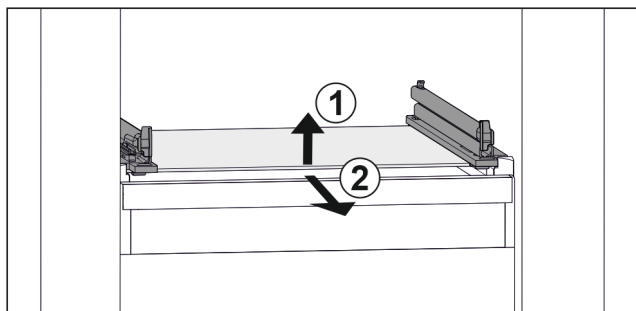

Fig. 94 Representación de la placa de vidrio a modo de ejemplo
- ▶ Levante la placa de vidrio por delante. Fig. 94 (1)
- ▶ Retire la placa de vidrio hacia adelante. Fig. 94 (2)